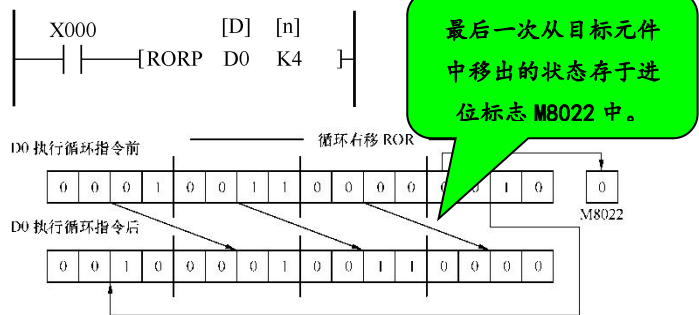

图 1 右移指令 ROR 的使用
(1) 如图 1 所示, 在 X0 由 OFF 变为 ON 时, 循环移位指令 ROR 或 ROL 执行, 将目标操作数 D0 中的各位二进制数向右或向左循环移动 4 位, 最后一次从目标元件中移出的状态存于进位标志 M8022 中。